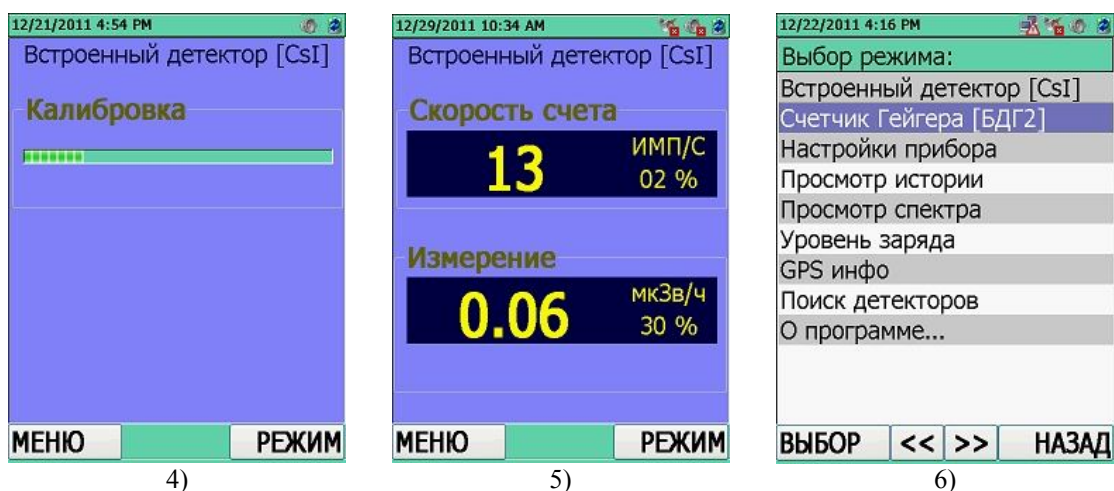

Рисунок 11.20
Необходимо перейти в окно отображения режимов работы прибора, рисунок 11.20 (1). В окно отображения режимов работы прибора можно войти при нажатии на кнопку РЕЖИМ из любого режима работы. Затем при помощи кнопок джойстика ВВЕРХ/ВНИЗ переместить курсор на режим поиска внешнего БД **"Поиск детекторов"**. Подтвердить переход в выбранный режим нажатием центральной кнопки джойстика ВВОД или кнопки ВЫБОР, рисунок 11.20 (2).
Прибор запустит процесс поиска и подключения, обнаруженных встроенных и внешних БД, при этом на экране будет отображаться версия ПО, контрольная сумма и логотип производителя, рисунок 11.20 (3).
Осуществив поиск и подключение, прибор автоматически войдет в приоритетный режим работы – режим работы встроенного БД **"Встроенный детектор [CsI]"** (а именно, в режим поиска γ- **"Режим поиска"** встроенного БД), рисунок 11.20 (4, 5).
Для перехода к подключению и работе с внешним БД необходимо вернуться в окно отображения режимов работы прибора нажатием кнопки РЕЖИМ. Название подключенного внешнего БД будет индифицироваться в окне отображения режимов работы прибора под названием встроенного БД, рисунок 11.20 (6).